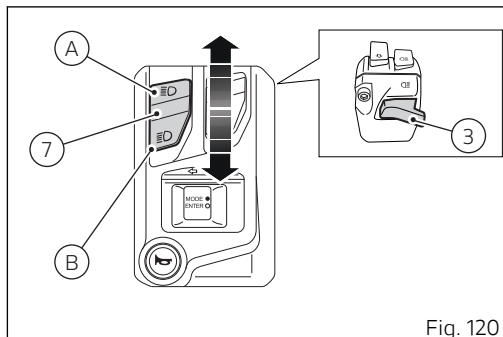

Fig. 120
Si se activa la luz de cruce, también es posible encender la luz de carretera con el pulsador (7, Fig. 120) posición (A) o activar la ráfaga con el pulsador (3, Fig. 120).
Si durante el key-on no arranca el motor, es posible activar las luces de cruce/carretera presionando el pulsador (7, Fig. 120) las posiciones (B) y (A) o activar
la ráfaga con el pulsador (3, Fig. 120) en el conmutador izquierdo.
Presionando el pulsador (7, Fig. 120), además de encenderse las luces de carretera y de cruce, se apaga la luz DRL. Al soltar el pulsador de las luces
(7, Fig. 120), la luz DRL vuelve a encenderse automáticamente.